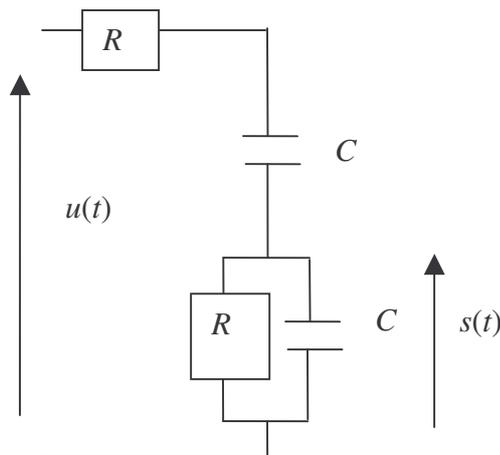

Figure 9
4.2 On considère maintenant le montage schématisé figure 9. Dans celui-ci, le générateur alimente trois dipôles montés en série : R , C et un dipôle (R,C) dans lequel R et C sont montés en parallèle.
On désigne par $s(t)$ la tension aux bornes de R en parallèle avec C (Figure 9).